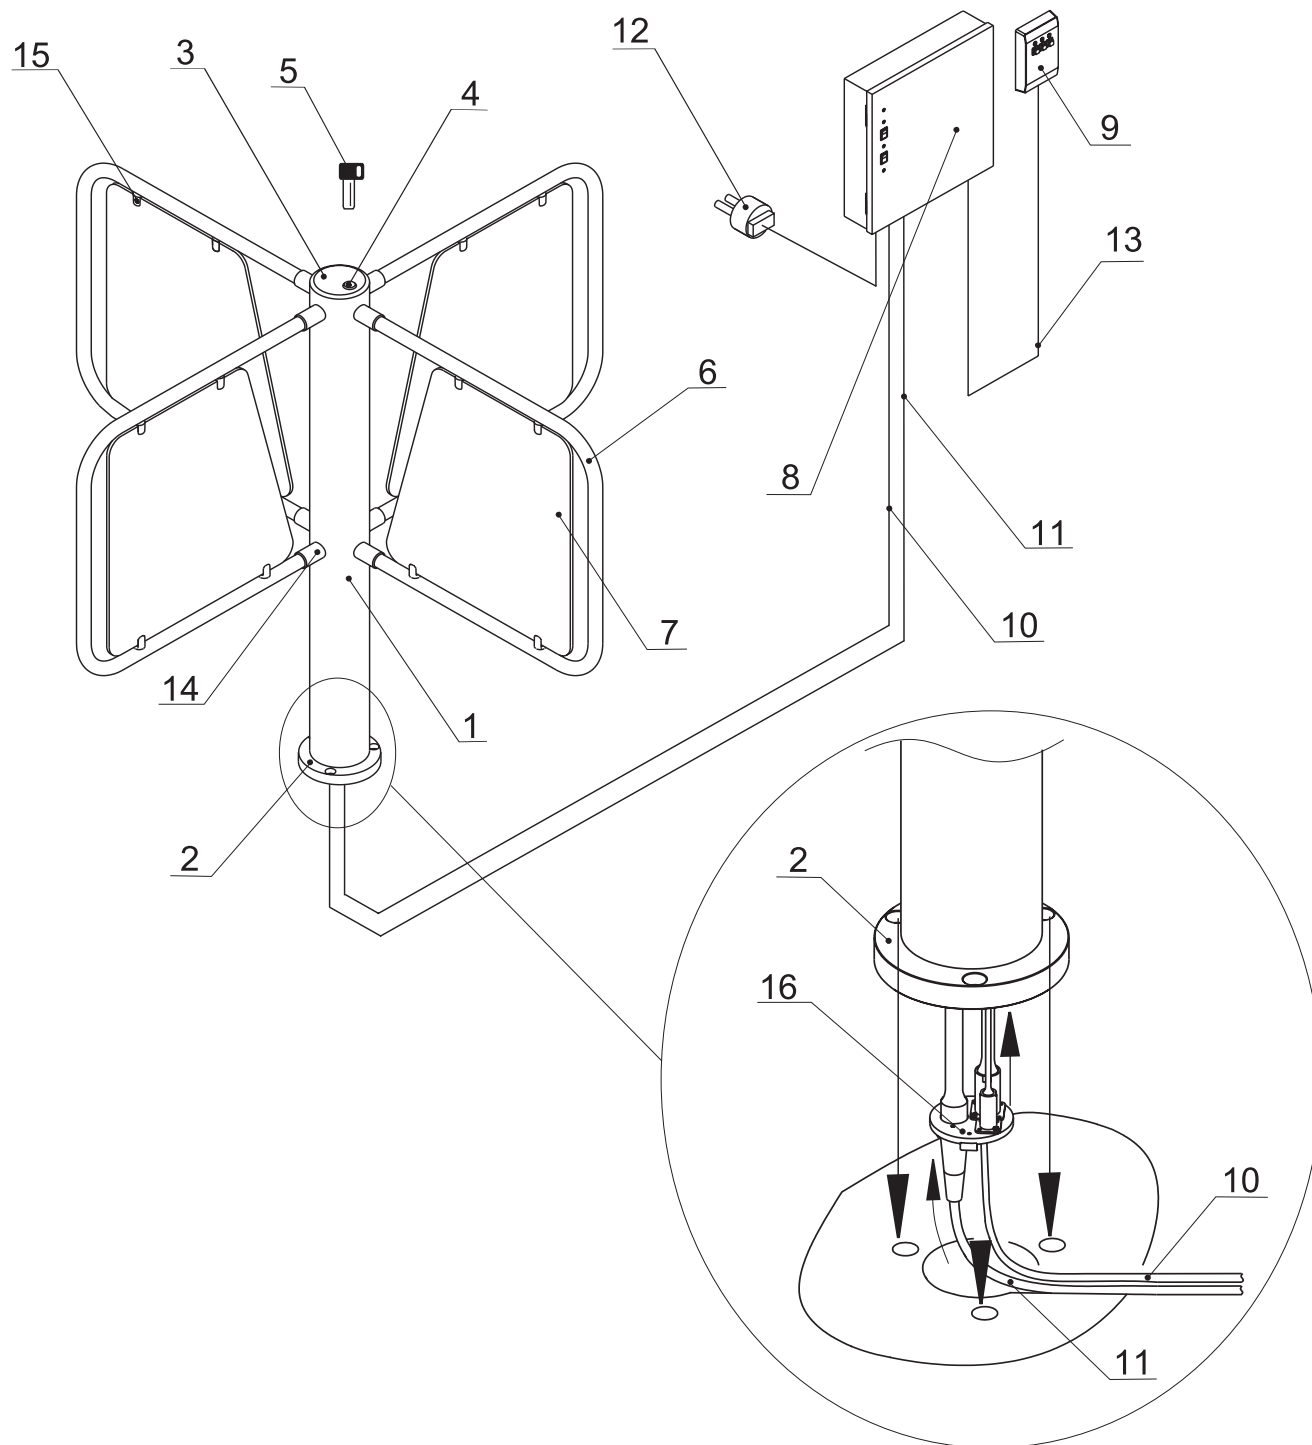

Рис. 1. Общий вид турникета
Общий вид турникета показан на рис. 1
Номера позиций в тексте настоящего Руководства по эксплуатации указаны в соответствии с рис. 1, кроме оговоренных особо.
5.2.3. Блок управления (8) (см. рис. 1 и рис. 3) предназначен для электропитания узлов турникета и реализации алгоритма управления. Он выполнен в виде отдельного прибора в закрытом металлическом корпусе, обеспечивающем настенное крепление с антисдергивающей фиксацией. Возможно настольное применение блока управления.